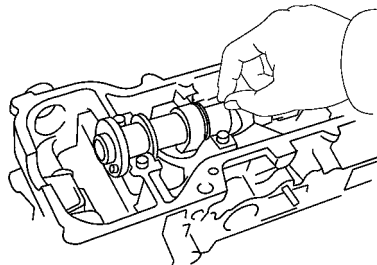

图 1-52 检查凸轮轴油隙
1) 擦干净轴承盖和凸轮轴轴颈，并在每个轴颈上各横放一片塑料塞尺规，如图 1-52 所示。